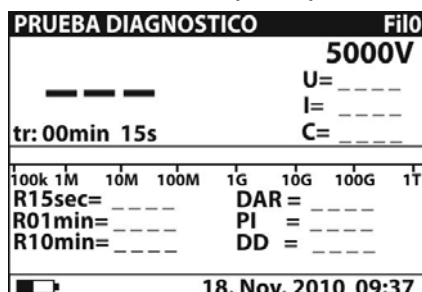
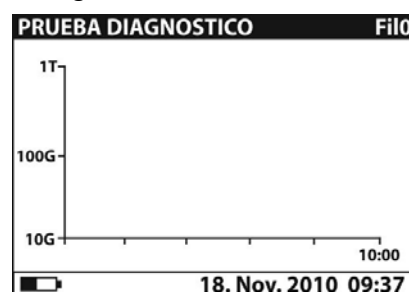

Fig. 25: Pantalla inicial numérica
Fig. 26: Pantalla inicial gráfica
2. Seleccione con las teclas flecha ▼ o ▲ la función “PRUEBA DIAGNOSTICO” sobre el menú principal y confirme con la tecla **SELECT**. La pantalla Fig. 25 es mostrada por el instrumento. En el caso en la cual la opción Gráfico R(t) **esté activada (ON)** pulse las teclas flecha ▼ o ▲ para pasar a la pantalla gráfica Fig. 26